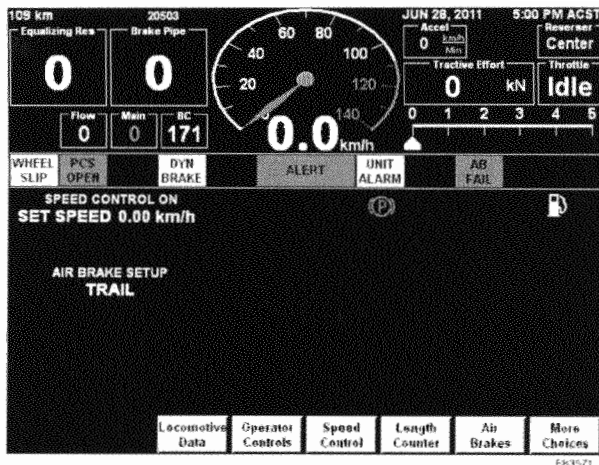
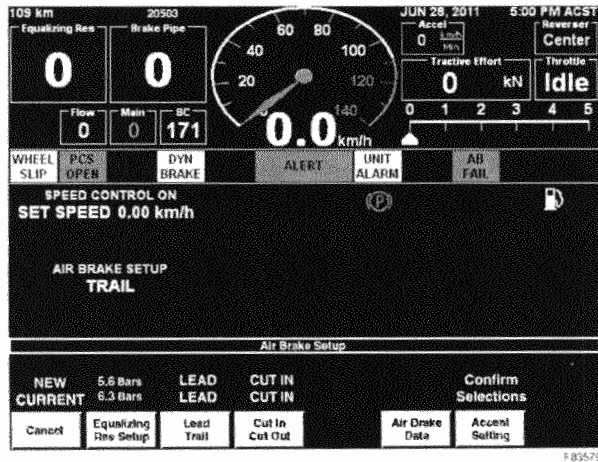

Figura 3-41. Menú Principal del Sistema FIRE Página 1
Figura 3-50. Freno de aire
2. Luego acceda a la página 1 del Menú Principal del sistema FIRE en el tablero del sistema FIRE del operador. Consulte Figura 3-41.
La tecla Air Brakes (Frenos de aire), Figura 3-41, página 3-38, permite el acceso al menú Air Brakes Setup (Configuración de los frenos de aire), permitiendo al operador cambiar los ajustes y/o la configuración del freno. Las opciones incluyen la configuración del Reservorio de ecualización, Conducción/Arrastre, Conexión/Desconexión, Pasajero o Flete y Datos del freno de aire, Figura 3-50, página 3-45.